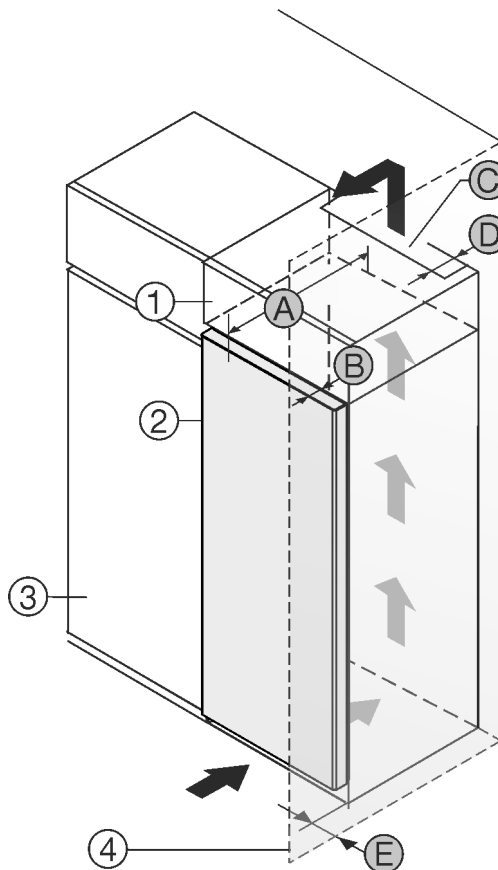

Fig. 1
- (1) Nástavná skříňka *
- (2) Přístroj *
- (3) Kuchyňská skříň *
- (4) Stěna *
- (5) Hloubka přístroje *
- (6) Hloubka dvírek *
- (7) Ventilační průřez *
- (8) Vzdálenost zadní strany přístroje *
- (9) Vzdálenost k zadní straně přístroje *
Můžete přístroj nainstalovat přímo vedle kuchyňské skřínky Fig. 1 (3).*
Na zadní straně nástavné skřínky musí být větrací šachta hluboká Fig. 1 (7) přes celou šířku nástavné skřínky.*
Pod stropem místnosti musí být dodržen ventilační průřez Fig. 1 (7).*
Když přístroj instalujete závěsy vedle stěny Fig. 1 (4), musí být vzdálenost mezi přístrojem a stěnou minimálně 13 mm.*
Aby bylo možné dvířka plně otevřít, musí přístroj přesahovat o hloubku dvírek Fig. 1 (6) vůči přední linii kuchyňské skřínky. V závislosti na hloubce kuchyňských skříněk Fig. 1 (3) a použití vymezovačů odstupů od stěny může přístroj vyčnívat dále.*